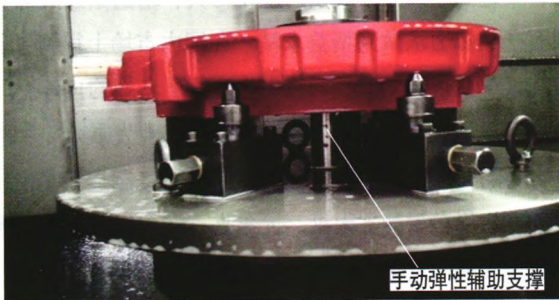

图5 夹具
(1) 夹具设计了2个手动弹性辅助支撑（见图5），撑在悬出支撑面的部位下方。利用2个手动弹性辅助支撑，增加悬出部位刚性，避免振纹，保证平面度。